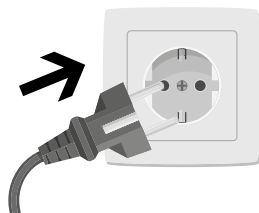

Рисунок 1
- Вращать мясо Донер Кебаб следует, включая и выключая двигатель, который находится на штанге для перестановки двигателя (7), при помощи переключателя управления двигателем (5).
- Вставить вилку кабеля устройства (двигателя) в розетку (рис. 1).